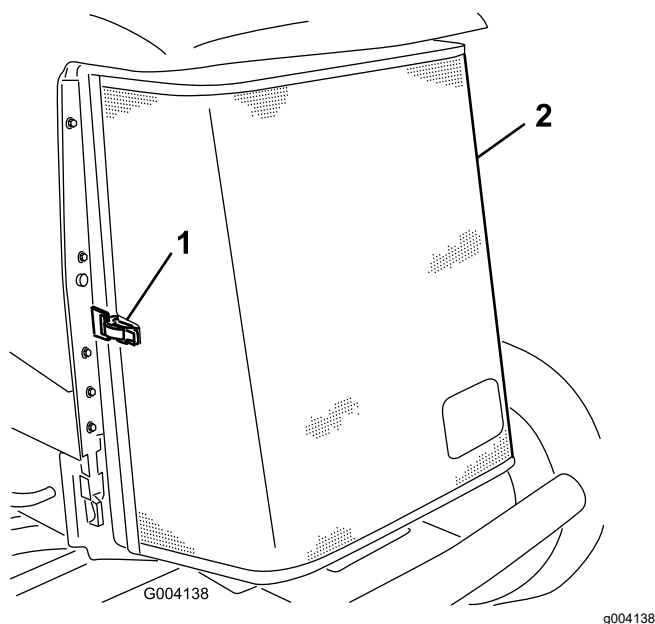

Рисунок 110
5. Расфиксируйте заднюю решетку и поверните ее, чтобы открыть (Рисунок 110).